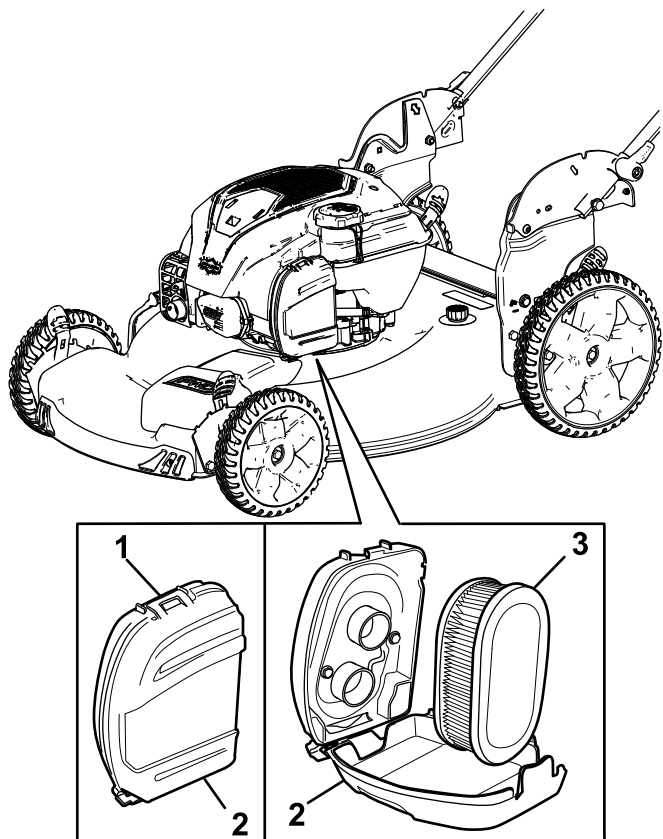

図 21
1. エアフィルタカバー上部のクリップを外す 図 21。
2. エアフィルタを取り外す (図 21)。